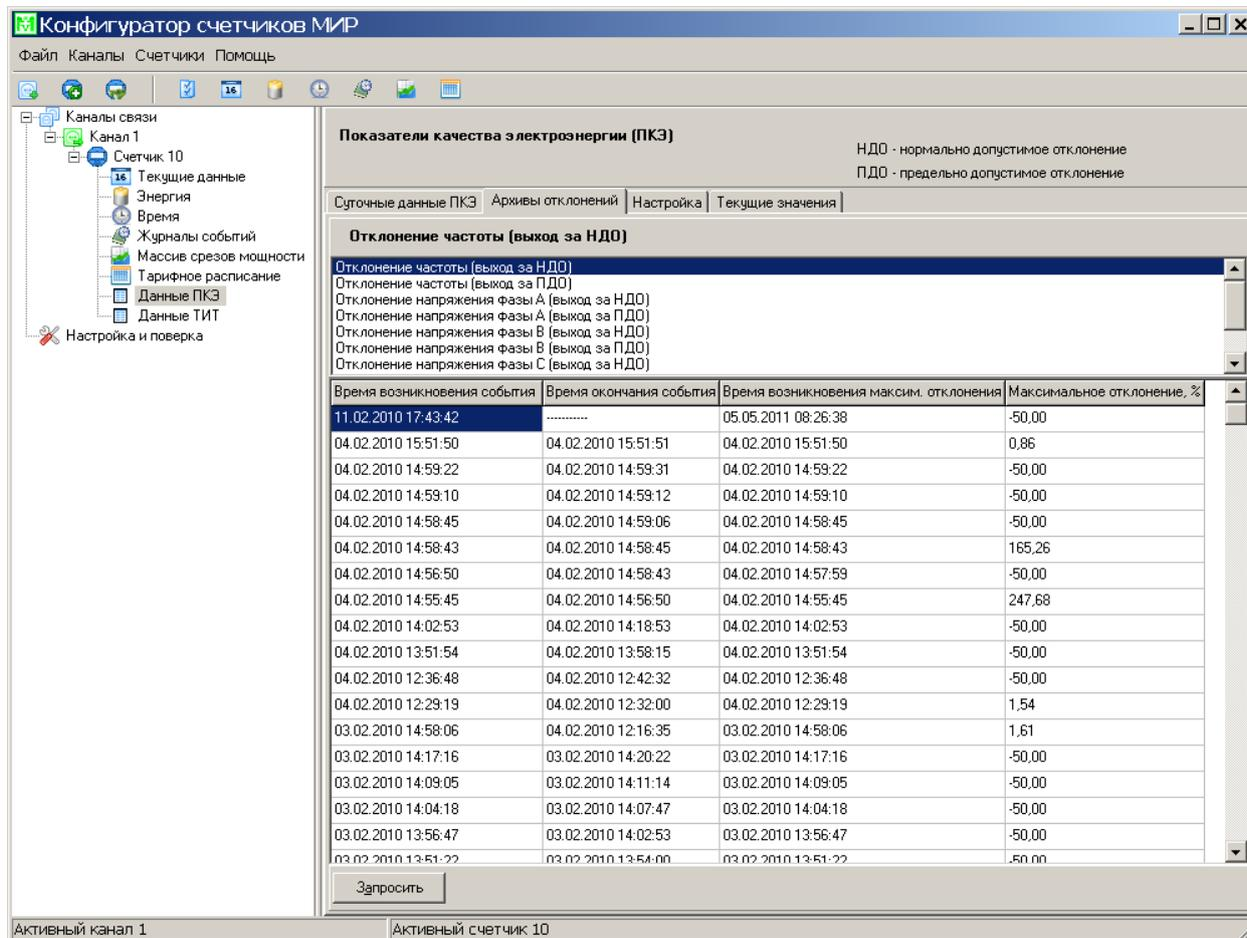

Рисунок 3.52
3.3.21.3 Вкладка *Архивы отклонений* (рисунок 3.52) позволяет запросить (при нажатии кнопки *Запросить*) архивы отклонений ПКЭ.